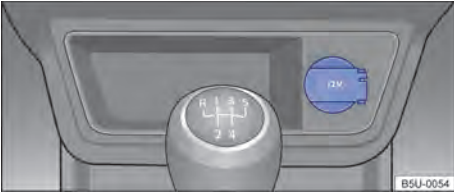

Fig. 104 No console central dianteiro: tomada 12 V.
- No console central dianteiro ⇒ Fig. 104.